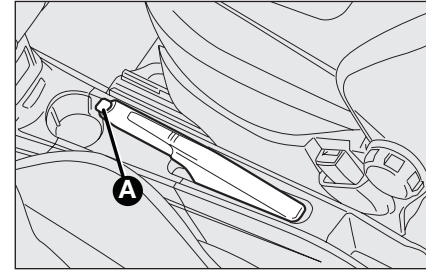

fig. 1
- ☐ levante un poco el freno de mano y pulse el botón de desbloqueo **A**-fig. 1;